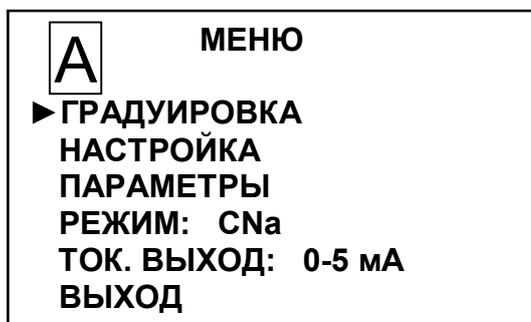

Рисунок 1.13
1.5.5.3 Работа с экраным **МЕНЮ [А]** и **МЕНЮ [В]** (рисунок 1.13)